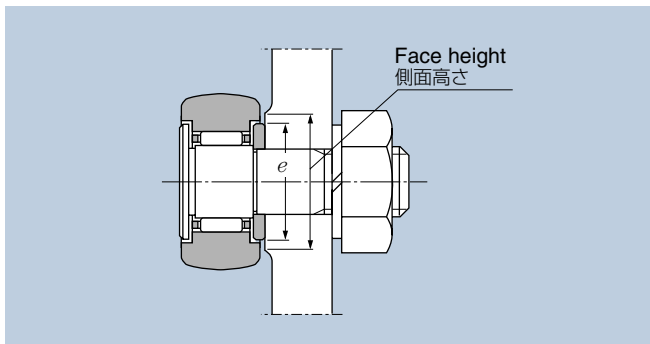

Fig.2
- (1) Make the face height at the cam follower mount greater than "e" dimension given in the applicable Dimension Table. **(Fig.2)**
- (1) カムフォロアの取付け部における側面高さは、寸法表に記載の"e"寸法より大きくとる (図2)。スタッド取付け穴の面取りは、なるべく小さくし ($0.5 \times 45^\circ$ 程度)、側板の側面を正確に当てるようにする。